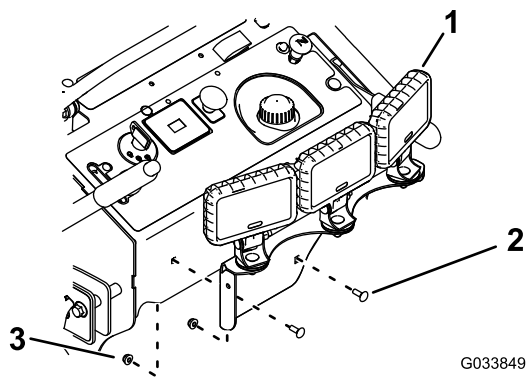

Figura 2
6. Monte el conjunto de luces en la parte delantera del panel de control usando 2 pernos y 2 tuercas (Figura 2).